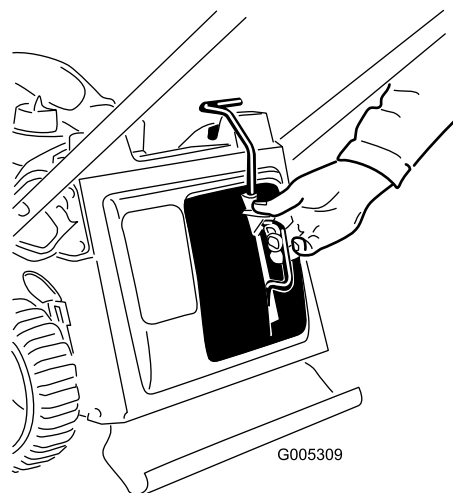

Figura 29
3. Introduzca el tapón de mulching (Figura 29).